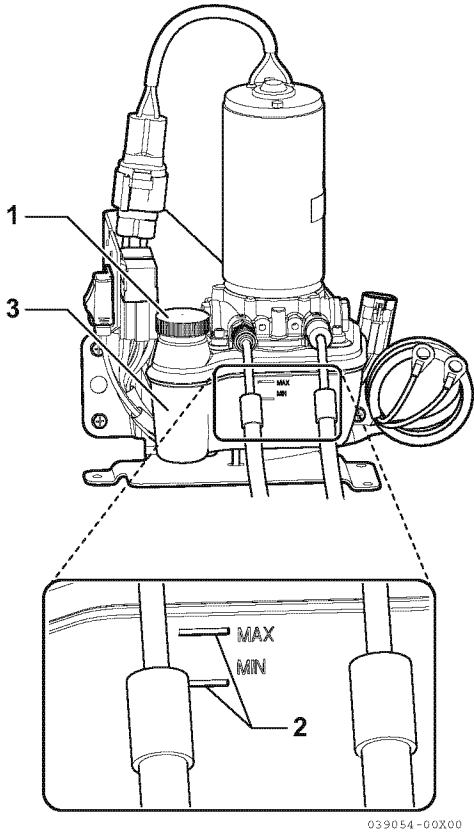

Figura 6
2. Desenrosque y retire el ensamble del tapón de llenado (1, **Figura 6**) del depósito (3, **Figura 6**) con el líquido especificado.
3. Añada aceite hasta alcanzar el nivel entre las líneas de MIN y MAX del depósito (2, **Figura 6**).